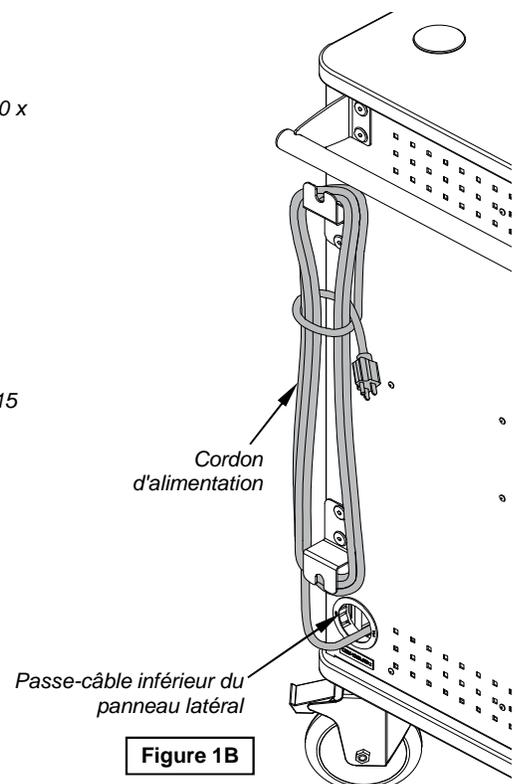

Figure 1B
4. Les cordons d'alimentation peuvent être acheminés à travers l'œillet panneau inférieur comme illustré à la **Figure 1B.**